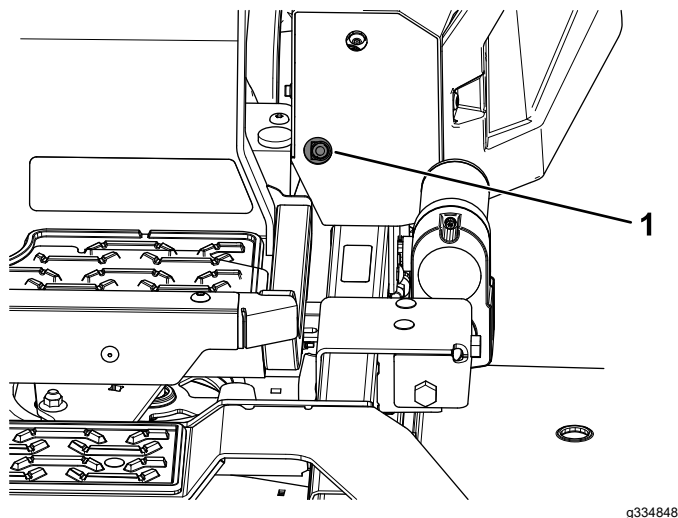
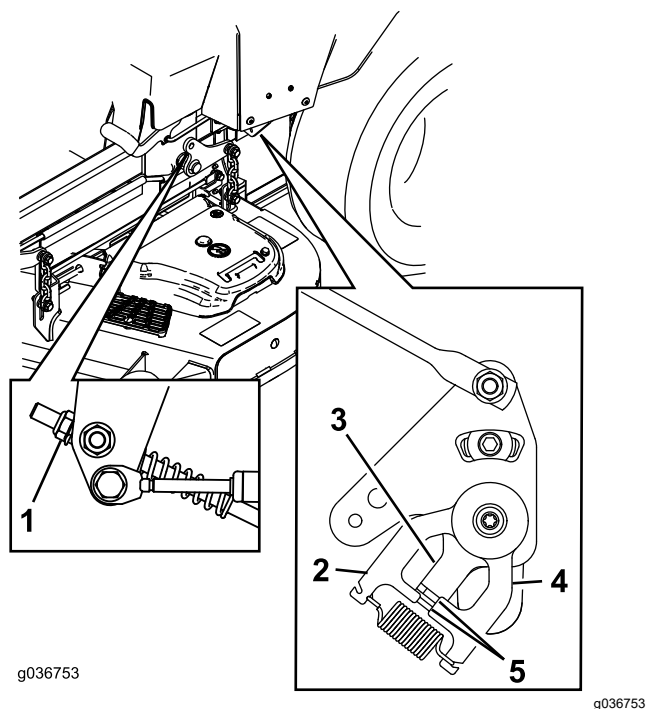

Figura 70
Figura 71
11. Reglai lungimile tijei de control a pompei prin rotirea piuliei în direcția corespunzătoare până când roile încep să se rotească ușor în mararier (Figura 70 i Figura 71).